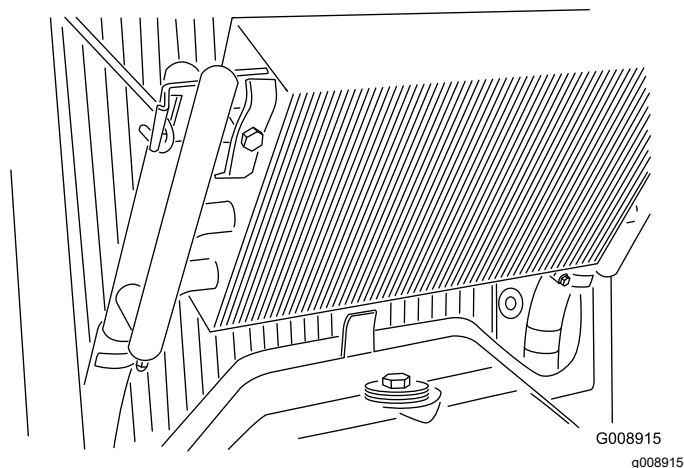

図 53
3. オイルクーラのラッチを外し、クーラーを後ろに傾ける 図 53。オイルクーラとラジエターの裏表を水または圧縮空気ですっきりと清掃する。オイルクーラを元に戻し、スクリーンを閉める。